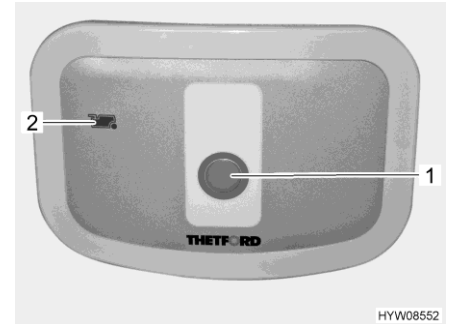

Fig. 218 Pulsante dello sciacquone/spia di controllo (toilette Thetford)
- Per sciacquare premere il pulsante blu (Fig. 218,1).
La spia di controllo (Fig. 218,2) si accende quando il serbatoio fecale deve essere svuotato.